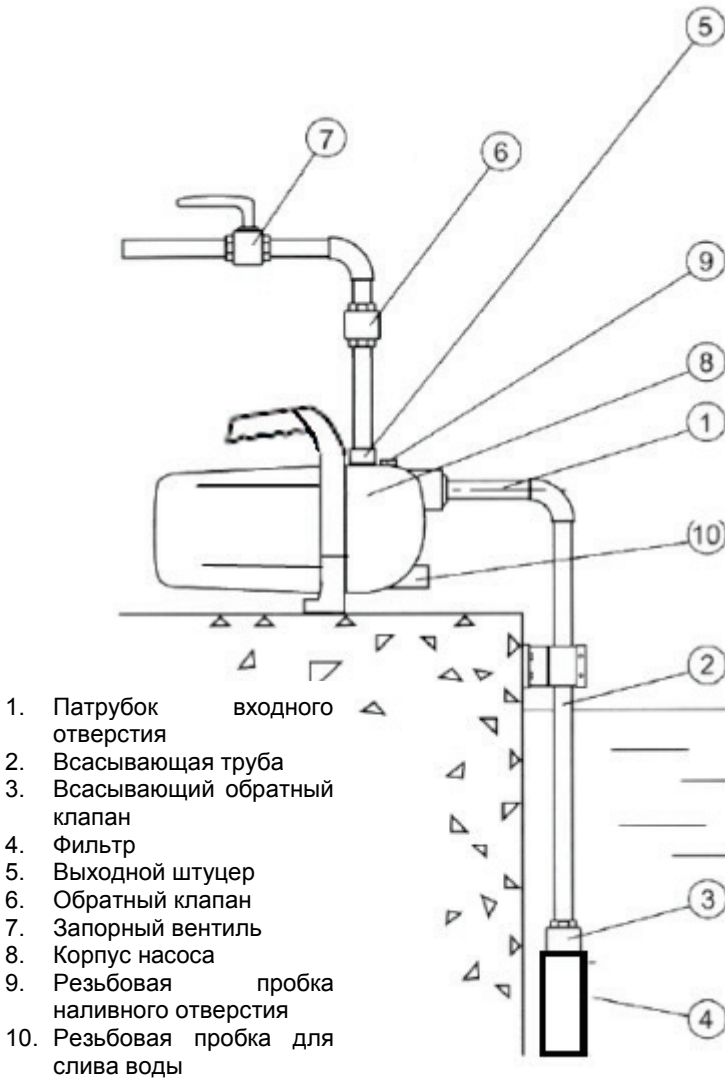

Рис.1
- Используйте всасывающую трубку (2; рис.1), диаметр которой аналогичен патрубку выходного отверстия (1; рис.1).
- Во избежание повреждения насоса от гидравлического удара установите на шланг подачи воды обратный клапан (6; рис.1).
- Для упрощения обслуживания поставьте за обратным клапаном, далее по направлению тока воды, запорный вентиль (7; рис.1).
- Присоедините непосредственно к штуцерам или через переходные ниппели, соответственно, всасывающую линию – к патрубку входного отверстия (1; рис.1), в напорную линию – к выходному штуцеру (5; рис.1). Проверьте правильность подсоединения шлангов.
Вывинтите резьбовую пробку наливного отверстия (9; рис.1). Медленно залейте в насос (8; рис.1) чистую воду до его заполнения. Если вы хотите сократить время, необходимое для всасывания, заполните водой и всасывающую линию. Завинтите резьбовую пробку наливного отверстия. Откройте напорную линию (путем открывания водопроводного крана, разбрызгивателя ит.п.), чтобы обеспечить выход воздуха во время всасывания.